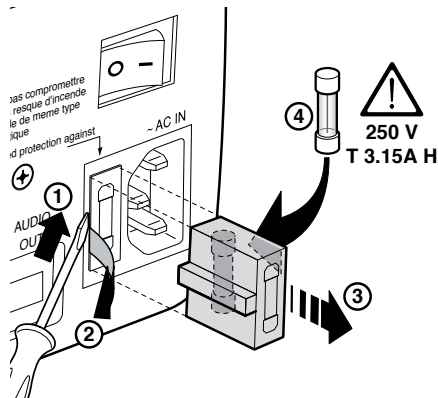

Fig.3
Il vano in cui alloggia il fusibile si trova in prossimità del connettore alla rete elettrica (Fig. 3). Rimuovete, con l'ausilio di un cacciavite piatto il contenitore porta-fusibile (2) e sostituite il fusibile (3). Inserite poi un nuovo fusibile di scorta (4). Utilizzate solo fusibili di tipo T 3,15A H.